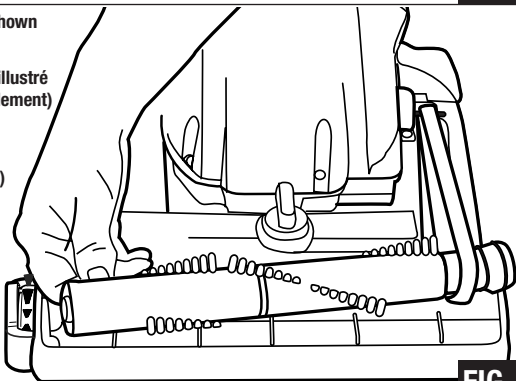

FIG. 25
- Step 8:** Align left end cap with base. Push end cap securely into place. Make sure the square on the brushroll cap is in place (FIG. 25).
Étape 8 : Aligner la capsule gauche du rouleau-brosse avec la base. Pousser la capsule pour la mettre en place. Soyez sûr que le carré sur la capsule du rouleau-brosse soit en place (FIG. 25).
Paso 8: Alinee el capacete del extremo con la base. Empuje el capacete del extremo hasta que quede fijado en su lugar. Asegúrese de que el cuadrado en el capacete del cepillo circular esté en su lugar (FIG. 25).